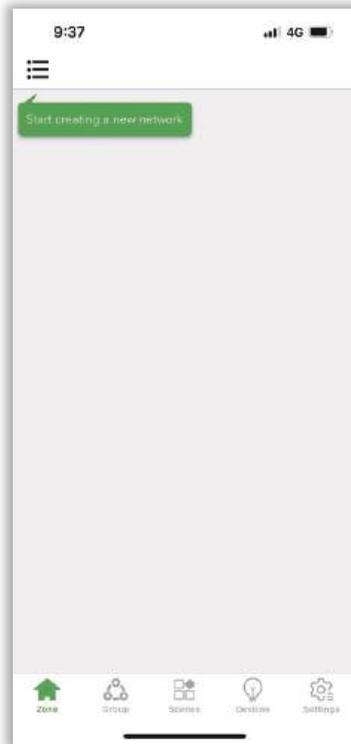

Abbildung 3.1 Seite Zone
1. Erstellen Sie ein Netzwerk, indem Sie auf ☰ in der linken Ecke der Zone klicken (siehe Abbildung 3.1) und erstellen Sie ein Netzwerk, indem Sie auf ⊕ klicken.